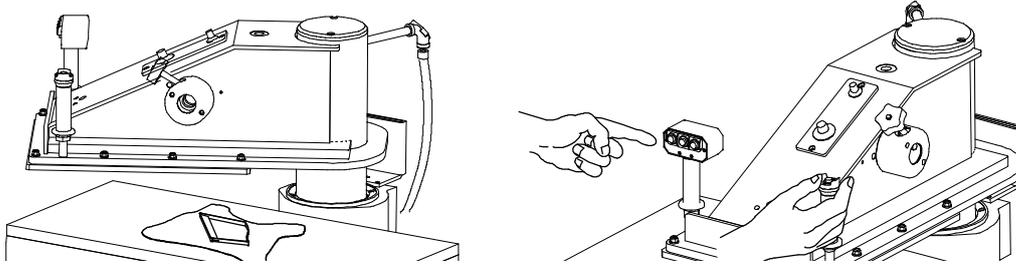

Abb. 16
- das Material auf dem Stanztisch ausbreiten (links Abb. 16).
- Nachdem der Hub über das Versellrad eingestellt wurde (es wird ein Hub von  $7 \pm 8$  mm empfohlen), sind **gleichzeitig** der Kontrollknopf auf dem rechten Griff und der passende Knopf auf dem linken Griff (rechts Abb. 16) entsprechend der gesamten Messerlänge im Stanzmesser zu drücken, wobei ggf. auch die an den Knöpfen Nr. 1 und 3 angeschlossenen Potentiometer einzustellen sind. Dadurch wird eine höchste Stanzgenauigkeit bei kleinster Stanzklotzabnutzung gewährleistet.